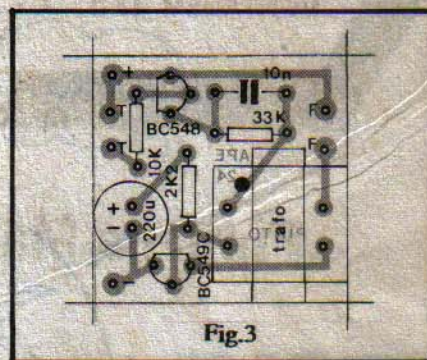

Fig.3
- **FIG. 3** - Montagem do PINTO, com a placa agora vista pelo lado **não cobreado**, já com todas as principais peças colocadas. É **importante** dedicar atenção especial ao posicionamento dos componentes polarizados, quais sejam: os transistores e o capacitor eletrolítico. Quem ainda não tem muita prática deve consultar, nessa fase da montagem, o **TABELÃO APE** (junto às **INSTRUÇÕES GERAIS**, no começo de toda APE...), na busca da identificação dos terminais dos componentes. Também no **TABELÃO** o hobbysta iniciante aprenderá a "ler" os valores de resistores e capacitores, através dos vários códigos adotados pelos fabricantes dessas peças. Um componente que também merece atenção na sua colocação é o pequeno transformador de saída, ti-
po "pinta vermelha"... A tal pinta indica o enrolamento **primário** do transformador, devendo a posição final, na placa, estar em conformidade com a informação visual mostrada na fig. 3 (lado do **primário** - com a pinta - voltado "para dentro" da placa, e lado do **secundário** virado para a borda da placa...). Conferir direitinho todos os valores, posições, polaridades, etc, antes de dar-se por satisfeito (ao fim das soldagens) e só então cortar as sobras de terminais, pelo lado cobreado.